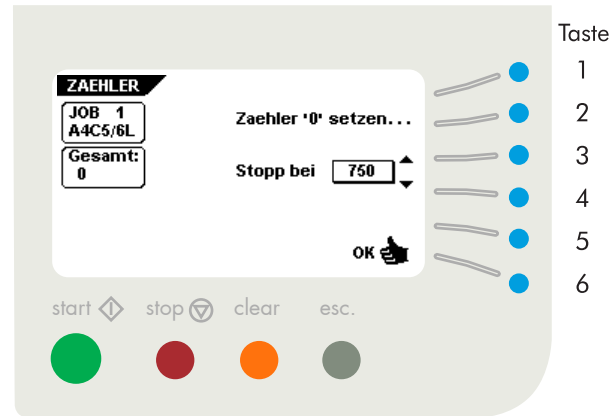

Abb. 23
Bei Betätigung der Taste 4 im Hauptmenü (1) erscheint im Display das Menü "Zähler" (Abb.23) mit folgenden Funktionen:
- Speichern der Zählereinstellungen mit "OK" (Taste 6) und dadurch Rückkehr zum "Hauptmenü (1)". Die Einstellungen des Zählers sind auf den Job bezogen.